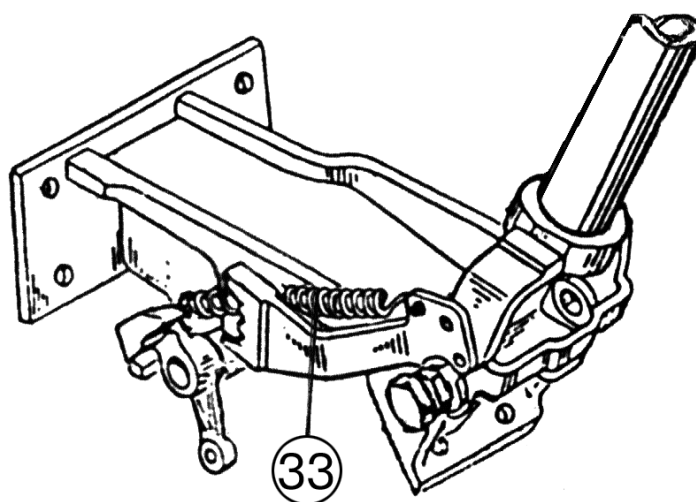

Рис.6.16
7) установите пружину (33), (рисунок 6.16), между фиксатором и трубой